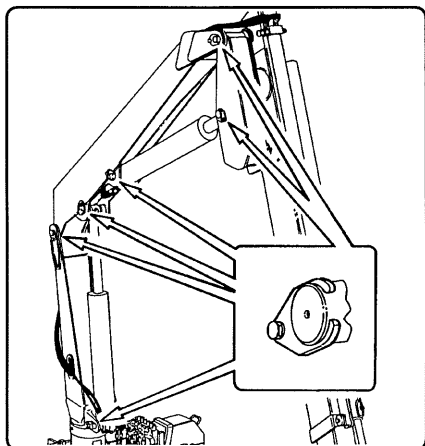

fig. 8.18.1
8.5.11 - Serraggio dei fermaspine (fig. 8.18.1)
8.5.11 - Tightness of the pin locks (fig. 8.18.1)